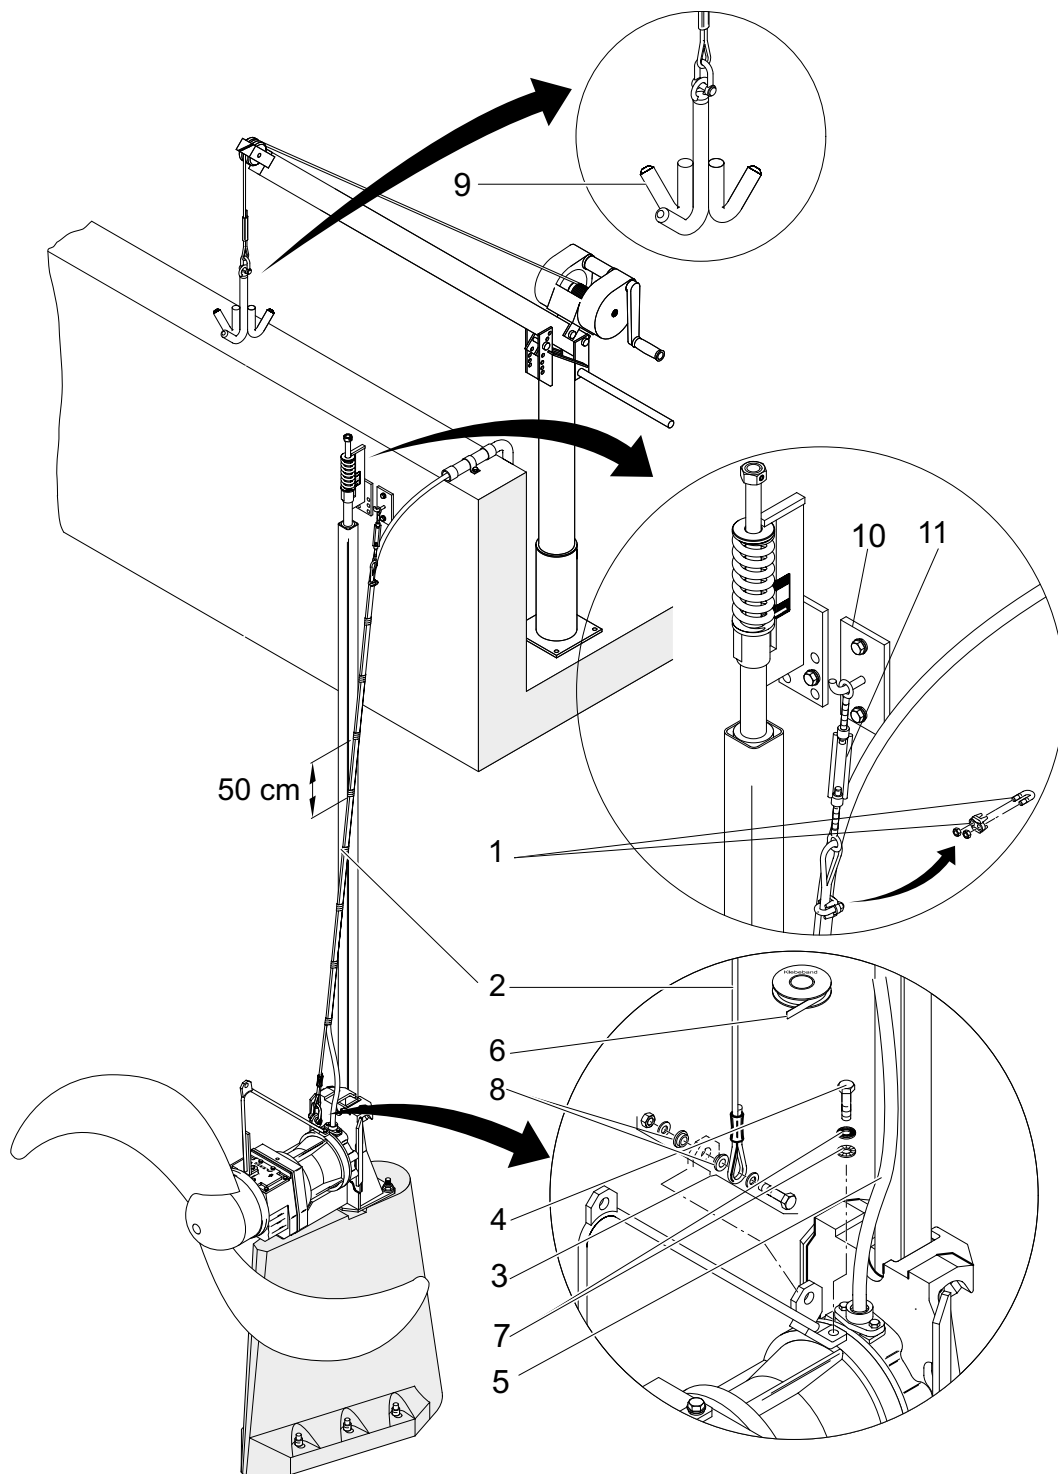

Fig. 14 Colocación del tensor de cable
- Después fijar el cable de alimentación (**a una distancia de aprox. 50 cm**) al cable de acero según Fig. 14
- El cable de conexión del motor está correctamente unido al cable de acero y se ha tensado de forma que no pueda oscilar ni ser atrapado por la hélice (Ver Fig. 14 capítulo 5.6).